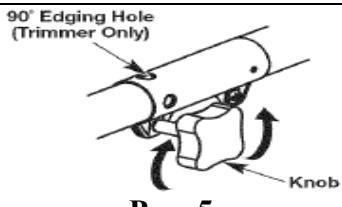

Рис. 5
ОСТОРОЖНО! Перед использованием устройства убедитесь в том, что кнопка фиксатора полностью защелкнута в основном отверстии, а поворотная рукоятка (Рис. 5) плотно затянута.
3. Затяните рукоятку, поворачивая ее по часовой стрелке (Рис. 5).
- Чтобы ослабить зажим, поверните рукоятку против часовой стрелки (Рис. 5).